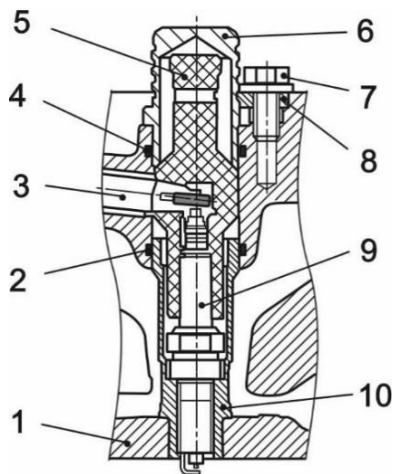

Рис. 4.3.10 Установка свечи зажигания
**Внимание!** В удлинитель 3 (рис. 4.3.10) ввертывается пружина. Если пружины нет, то она при съёме осталась в свечном наконечнике. Необходимо аккуратно извлечь пружину и установить на место. Пружину не терять!
2. Проверить состояние, при необходимости заменить резиновое уплотнительное кольцо 4 (рис. 4.3.10) колпака наконечника.